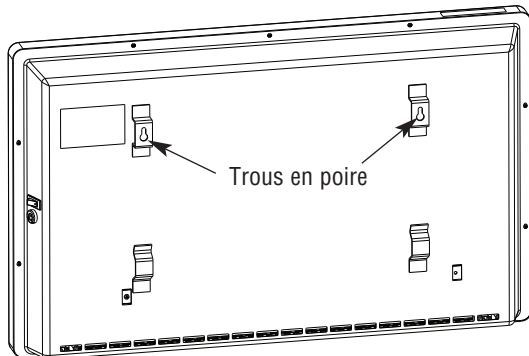

Figure 2
- Pour des applications avec **montage mural**, sautez l'étape 1 précédente. Prévoyez des fixations adéquates et percez deux trous à l'emplacement voulu, écartés horizontalement de 40 cm de centre à centre, de sorte que le bas de l'appareil de chauffage soit à environ 51 cm du sol. Laissez les attaches dépasser du mur d'au moins 6,5 mm du mur, et passez les trous en poire au dos de l'appareil dans ces attaches (voir la Figure 2). Assurez-vous que l'appareil de chauffage est bien fixé.